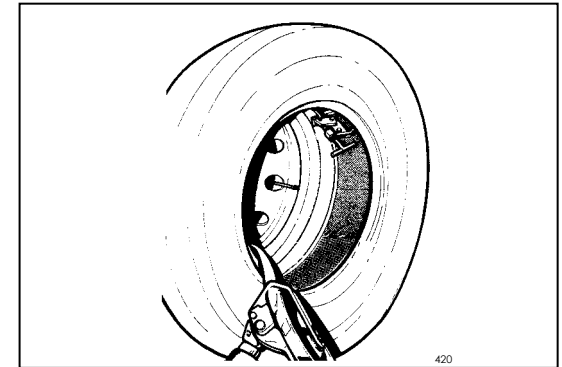

Fig.34
1. Hang the inner bead of the tire on the mounting clamp (Fig.34).
1. Poser le pneu sur l'étau de montage de façon à retenir le talon intérieur (Fig.34).
1. Den Reifen so auf die Montierklemme legen, daß der innere Wulst festgehalten wird (Abb.34).